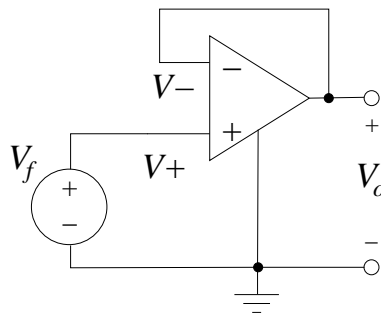

Figura 2.23: Búfer: circuito con amplificador operacional
**1 Ejemplo (Búfer o seguidor de tensión)** Vamos a estudiar el esquema o configuración mostrado en la Figura 2.23, el cual se obtiene al *realimentar negativamente* la salida, es decir, al conectar la salida con la entrada '-' del ampliop. A la configuración de la Figura 2.23a se le llama *seguidor de voltaje* o búfer. Un caso de la aplicación del búfer (alta resistencia de entrada–baja resistencia de salida) ya lo discutimos en el Ejemplo I.3.
Retomemos el circuito de la Figura 2.23. ¿Qué condiciones se pueden aplicar al amplificador realimentado mostrado en la figura de forma tal que se cumplan las condiciones ideales mencionadas? Esto se extrae de (2.11). En condiciones ideales, vamos a asumir que